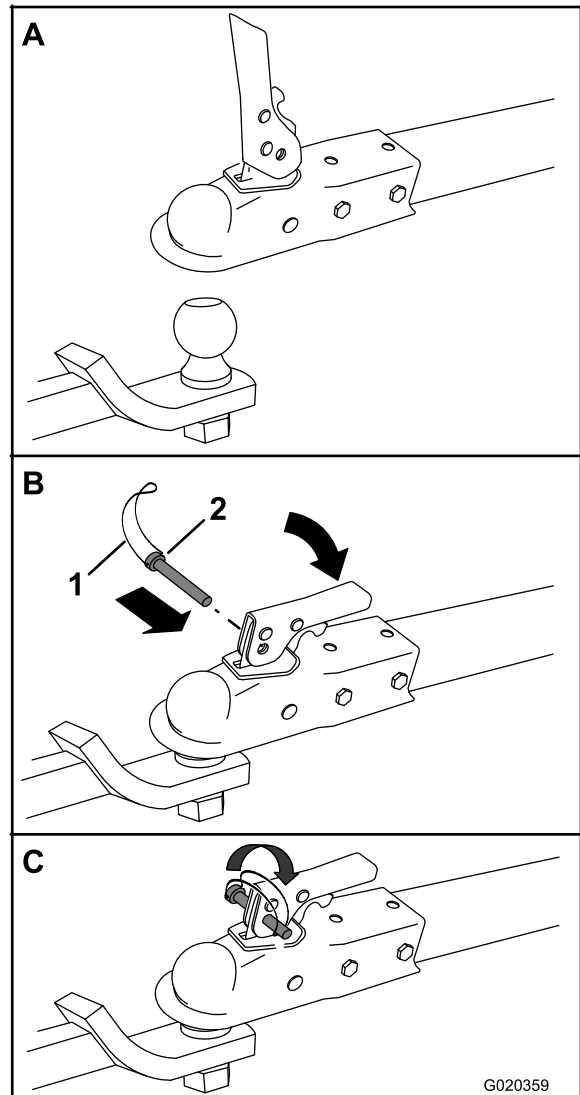

Figura 22
3. Abra la palanca del acoplamiento (Figura 22).
4. Posicione el acoplamiento sobre la bola de enganche (Figura 22).
5. Cierre la palanca del acoplamiento (Figura 22).
6. Abra el seguro del pasador de seguridad e introduzca el pasador a través del taladro del acoplamiento (Figura 22).
7. Gire el extremo libre del seguro sobre el extremo del pasador de seguridad que sobresale del acoplamiento (Figura 22).